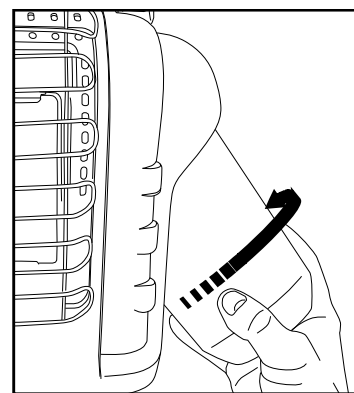

Figure 2 : Attachez le réservoir à carburant
DE MICROSILLON dans le sens des aiguilles d'une montre (du fond) dans le chauffage portatif jusqu'à serré-de-mains; (voir figure 2). **NE PAS** utiliser du produit d'étanchéité pour filetages sur cette liaison
Inspectez visuellement la flamme de la veilleuse et le brûleur régulièrement au cours de l'utilisation. La flamme de la veilleuse doit être bleue, et non jaune, et s'étendra au-delà du thermocouple. La flamme doit entourer le thermocouple juste en-dessous de son extrémité (voir Figure 2, ci-dessous). Il est possible qu'une faible flamme jaune apparaisse là où se rencontrent la flamme veilleuse et la flamme principale du brûleur. Le brûleur doit être orange vif (avec un peu de bleu sur le contour; une brume rouge orangée visible sur le bloc céramique est acceptable) sans flamme apparente. Une flamme bleue qui s'échappe du bloc céramique indique une accumulation de poussière, de fibres ou de toiles d'araignée à l'intérieur du boîtier ou du compartiment du brûleur. Si la flamme veilleuse est jaune ou que le brûleur dégage une flamme visible, un nettoyage s'impose. Respectez la méthode suivante pour inspecter le boîtier et le compartiment du brûleur.
- 8 Inspectez et nettoyez la veilleuse (installée sur le support) à l'aide d'un aspirateur ou injectez de l'air comprimé dans les trous de la veilleuse, indiqués par les flèches de la figure 2, à gauche.